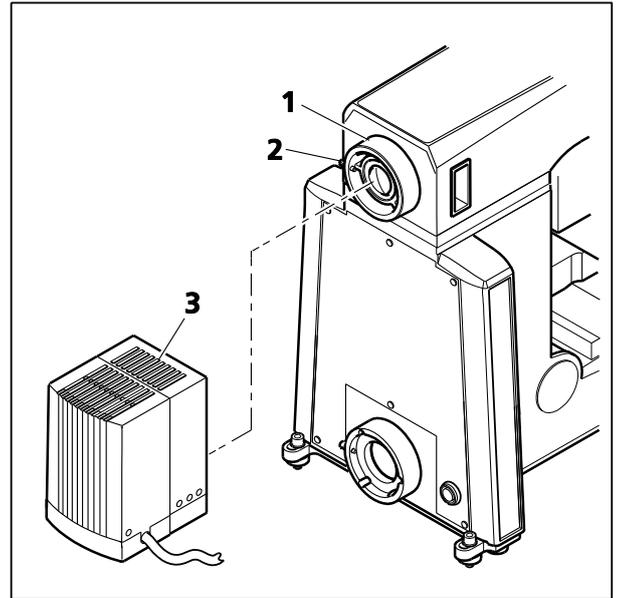

图 3-25 安装 HBO 100 照明器
- 从反射光插口（图 3-25/1）上取下盖帽。
- 将带燕尾环的照明器机壳（图 3-25/3）插入装置背面的反射光插口（图 3-25/1），并使用球头螺丝刀（宽度 A/F 3）拧紧夹紧螺钉（图 3-25/2）加以固定。